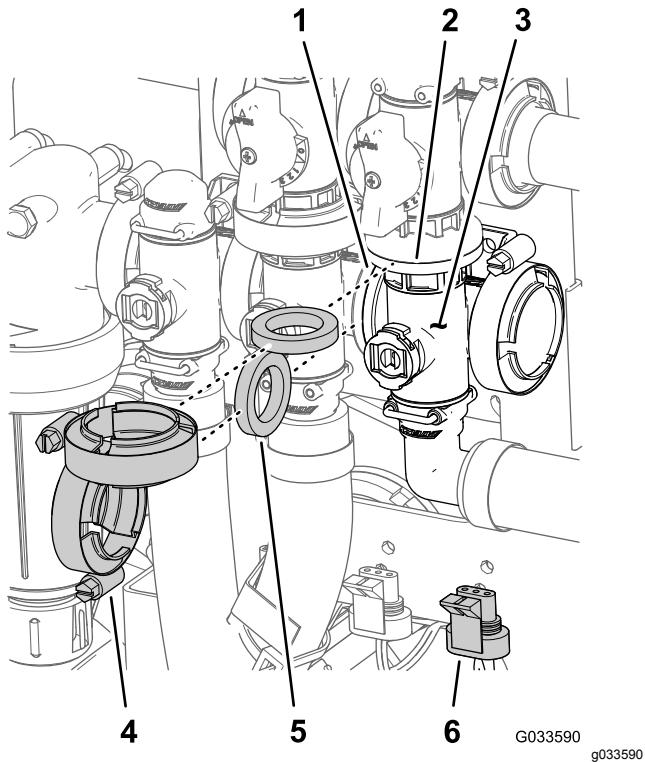

Figura 129
1. Alinhe a flange do coletor da válvula da rampa principal, uma junta e a flange da válvula de derivação da rampa principal (Figura 129).
7. Monte a válvula de agitação na montagem da válvula com o parafuso de cabeça flangeada e porca de bloqueio flangeada (Figura 129) que removeu no passo 3 de Remoção da válvula do coletor da rampa principal \(página 84\) e aperte a porca e parafuso com 10 a 12 N·m.
2. Monte o coletor da válvula da rampa principal, junta e válvula de derivação da rampa principal com uma braçadeira de flange bem apertado à mão (Figura 129).
3. Alinhe a flange do coletor da válvula da rampa principal, uma junta e o coletor da válvula de agitação (Figura 129).
4. Monte o coletor da válvula da rampa principal, junta e coletor da válvula de agitação com uma braçadeira de flange e aperte à mão (Figura 129).